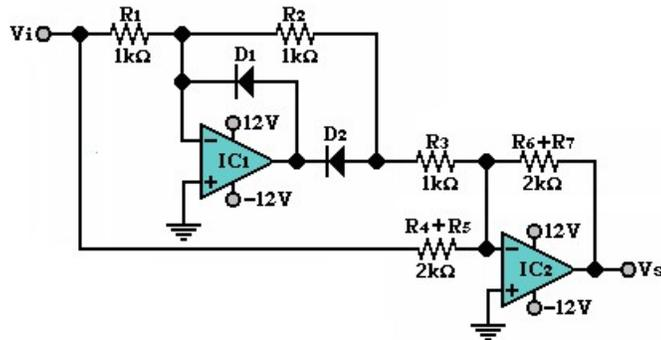

Figura 8.2
3. Sin desarmar el circuito anterior, complete el circuito de la figura 8.2.